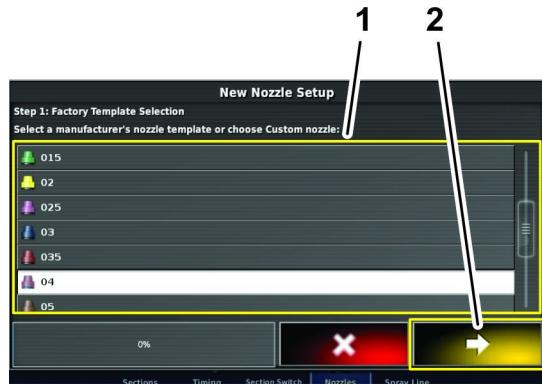

Рисунок 77
- На этапе 1 в окне настройки нового сопла нажмите на значок нового сопла, основываясь на расходе или цвете, указанном в списке выбора заводского шаблона (Рисунок 77).